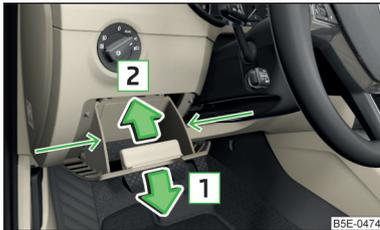

Abb. 231
- Das Ablagefach seitlich im Bereich der Pfeile fassen » Abb. 231.